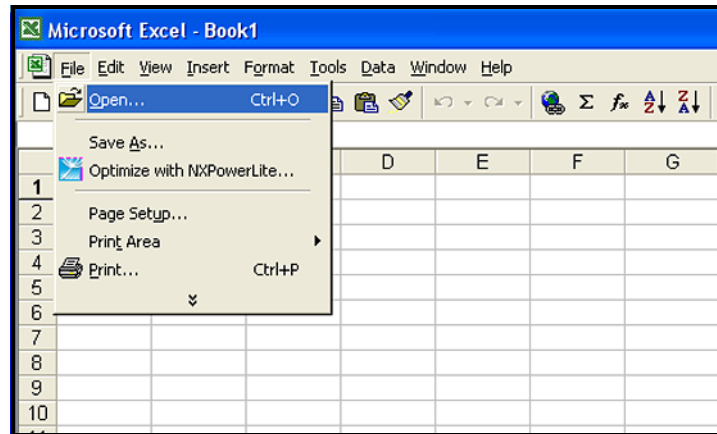

Figure 57: Öffnen einer Protokolldatei in Microsoft Excel
- Die Protokolldateien des **dew.IQ** können mit einem Tabellenkalkulationsprogramm wie Microsoft Excel geöffnet werden. Starten Sie das Tabellenkalkulationsprogramm und wählen Sie **Öffnen** (siehe *Figure 57* unten).